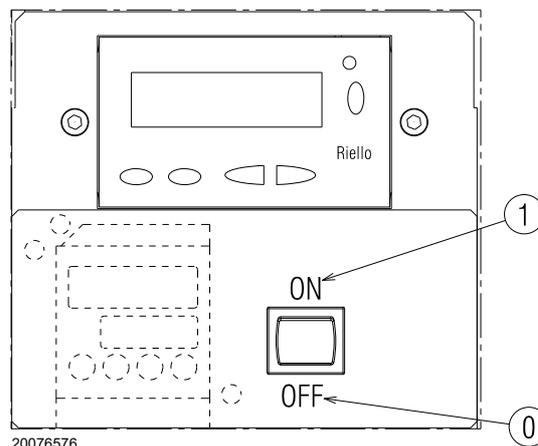

Fig. 29
Fermer les thermostats/pressostats et mettre l'interrupteur de la Fig. 29 en position «1/ON».
- mettre l'interrupteur de la Fig. 29 en position «0/OFF» et attendre que l'appareil effectue la phase d'extinction;